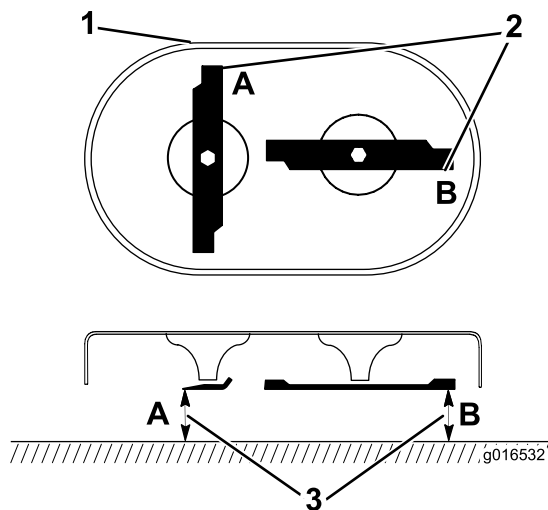

Рисунок 43
1. Поверните ножи в положение, показанное на рис. Рисунок 43.
2. Измерения производите от ровной поверхности до режущих кромок в местах А и В (Рисунок 43) и запишите оба результата измерения.
3. Поверните ножи так, чтобы их противоположные концы находились в позициях А и В (Рисунок 43).